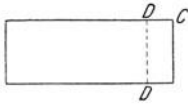

Fig. 22.
**Anleitung.** a) Biege das Messingblech (Fig. 22) längs  $DD$  um und drücke es so zurecht, daß es das Gehäuse der Wage umfaßt und an jeder Stelle fest sitzt.  $DC$  soll so lang sein, daß  $C$  nahezu den Zeiger berührt.